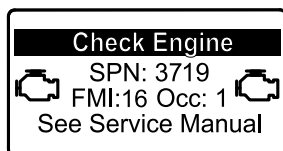

Figure 36
- Si une régénération stationnaire est nécessaire, l'InfoCenter affiche un avertissement moteur SPN 3719, FMI 16 (Figure 36) et le calculateur moteur réduit la puissance du moteur à 85 %.